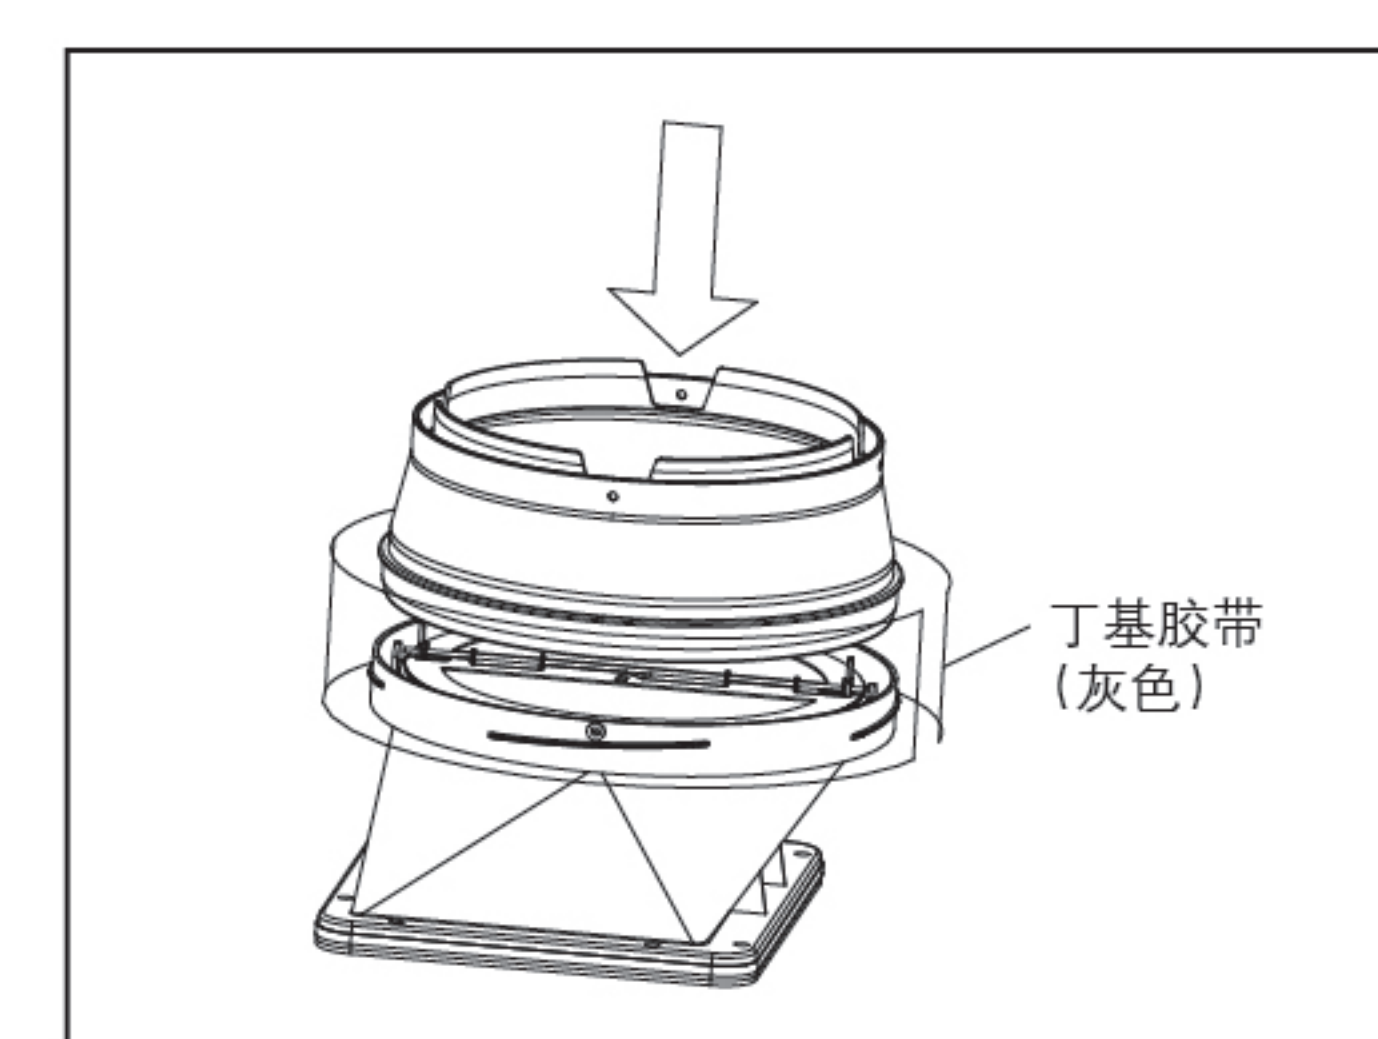

图10
- 烟管塑封袋里拆出出风罩连接圈，把大口径的一端套入到出风罩上，用丁基胶带把出风罩和出风罩连接圈固定密封好。（见图10）